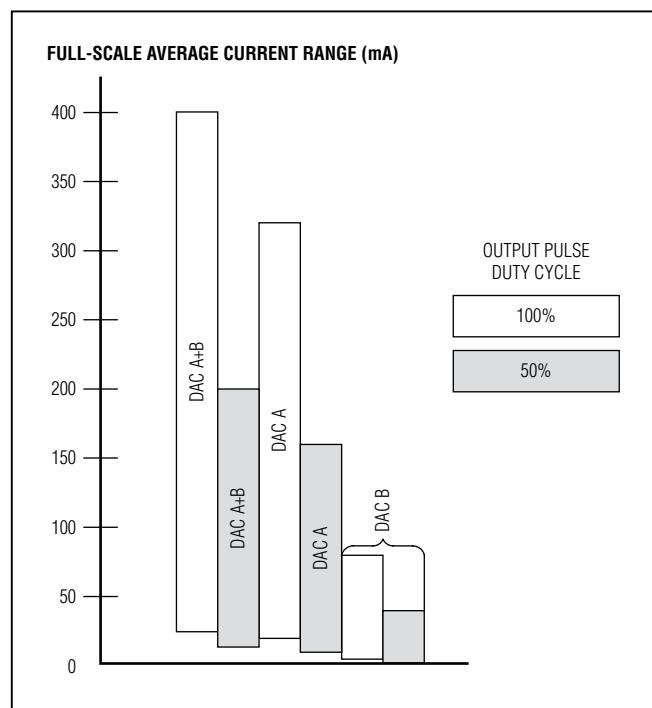

図11. ドライバ出力のフルスケール電流範囲
- 2つの利得DACは、フルスケール出力電流を調整してレーザのスロープ効率およびカラーバランスを実現します。ビデオ利得はシリアルポートから設定します。ビデオDAC AおよびBのフルスケール出力は、それぞれのピーク出力である最大320mAおよび80mAまでの範囲で調整可能です(図11)。レーザドライバの出力電流は、DAC AおよびBの出力の組み合わせです。